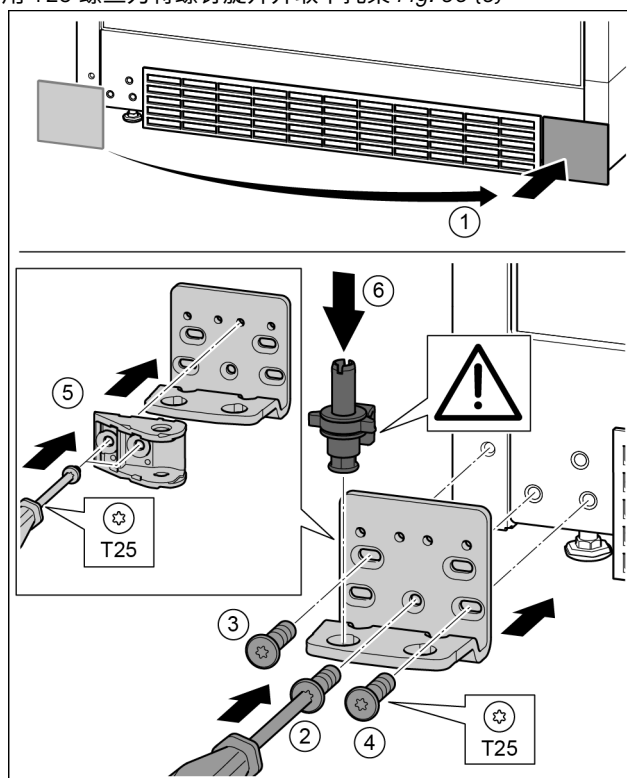

Fig. 31
- ▶ 取下盖板并安装至另一侧。 Fig. 31 (1)
- ▶ 将托架安装到另一侧，并借助 T25 螺丝刀旋紧。用螺钉 2 从底部的中心开始。 Fig. 31 (2)
- ▶ 拧紧螺钉 3 和 4。 Fig. 31 (3, 4)
- ▶ 将关门阻尼器连接装置旋转 180°。用 T25 螺丝刀拧紧托架的另一侧。 Fig. 31 (5)
- ▶ 将轴承螺栓完全装入。同时注意止动凸轮需指向后方。 Fig. 31 (6)